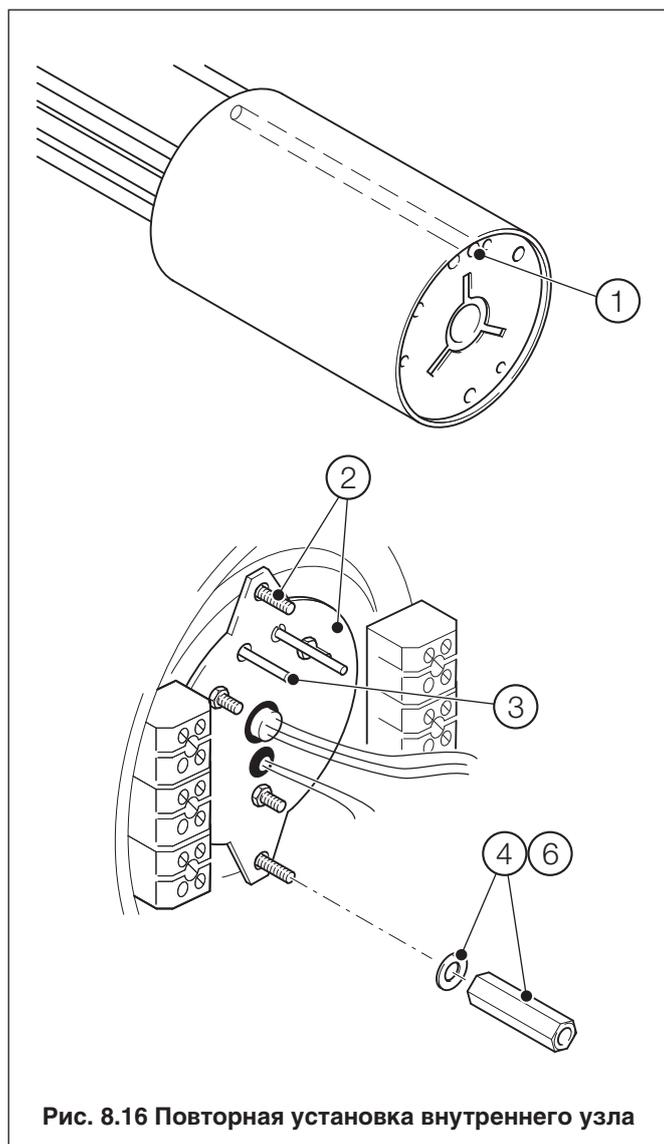

Рис. 8.16 Повторная установка внутреннего узла
8.15 Повторная установка внутреннего узла зонда и выравнивание нагревателя (для всех зондов) – Рис. 8.16 и 8.17
Согласно Рис. 8.16: